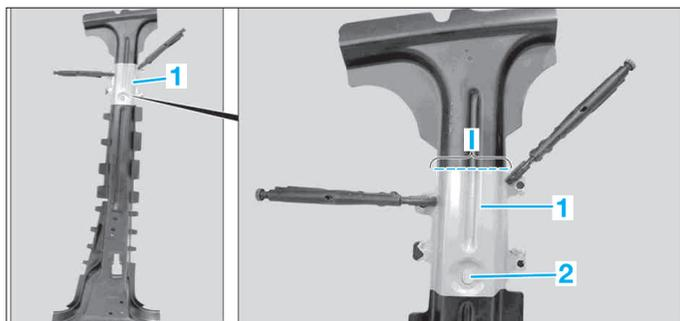

FIG. 69
- Confectionner un gabarit (1) dans l'ancienne pièce du montant B (Fig.69).